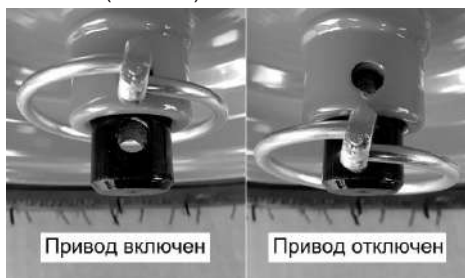

Рис. 28 Перестановка шплинта на левом колесе
16. Привод на снегоотбрасывателе осуществляется на оба колеса. Для того, чтобы было легче управлять снегоотбрасывателем при транспортировке или при поворотах, можно отключить привод левого колеса. Для этого необходимо на левом колесе переставить шплинт в отверстие на валу колеса (Рис. 28).